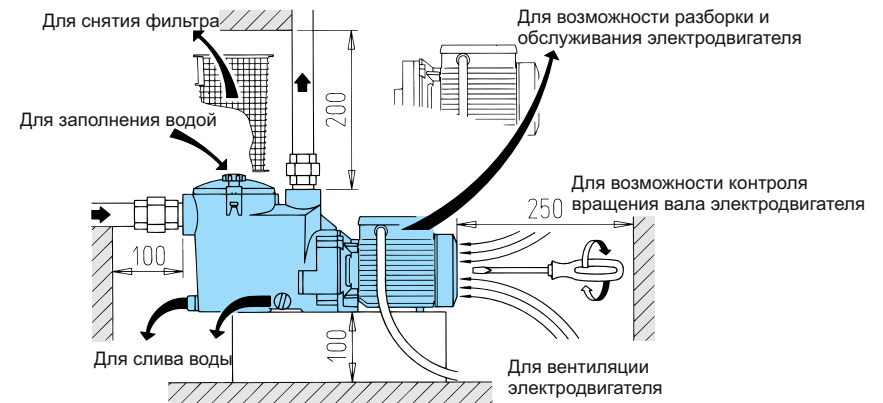

Рисунок 5. Рекомендуемые размеры для установки электронасоса
4. В случае длительного перерыва в эксплуатации электронасоса - рекомендуем полностью осушить его насосную часть, открыв две сливные пробки (рис. 5), промыть насосную часть электронасоса чистой водой, и, по возможности, продуть струей сжатого воздуха.